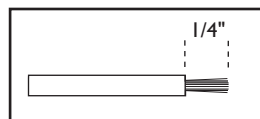

figura 2
7. Cortar el alambre de señal azul (lado del sensor de DENSO) aproximadamente 3", después corte 1/4" del aislamiento del alambre y de su alambre correspondiente (lado del conector). (ver figura 2). Cortar un alambre negro del calentador (lado del sensor de DENSO) aproximadamente 2" y su correspondiente lado el conector aproximadamente 1". Cortar el otro alambre negro del calentador (lado del sensor) aproximadamente 1" y su parte correspondiente aproximadamente 2" del alambre (lado del conector)". Cortar la parte restante aproximadamente 3" del alambre (lado del conector)" y corte 1/4" del aislamiento del alambre y del alambre de tierra blanco (lado del sensor).